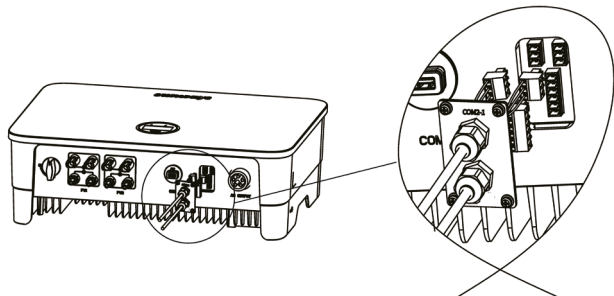

Fig. 42. Conexión del conector de 3 pines en el inversor.
4. Inserte el conector de 3 pines en el inversor y atornille la placa protectora con un destornillador de estrella, tal como se muestra en la Fig. 42: